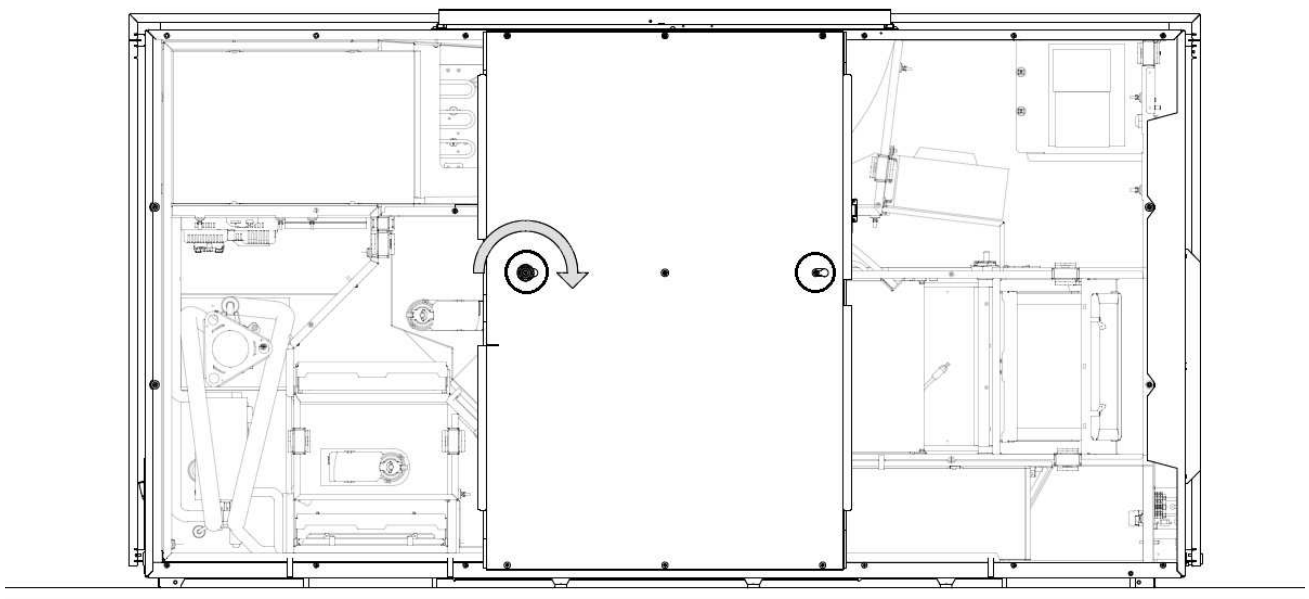

Abbildung 36: Anziehen der Schrauben
4. Ziehen Sie die Schrauben im Schlüsselloch an, siehe Abbildung 36.